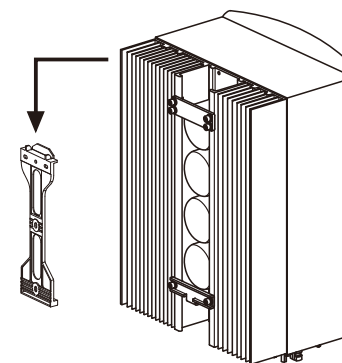

Figura 4.5 Staffa di montaggio a parete
2. Sollevare l'inverter (facendo attenzione a non sforzare il corpo) e allineare la staffa posteriore dell'inverter con la sezione convessa della staffa di montaggio. Appendere l'inverter alla staffa di montaggio e accertarsi che sia ben saldo (vedere Figura 4.5).